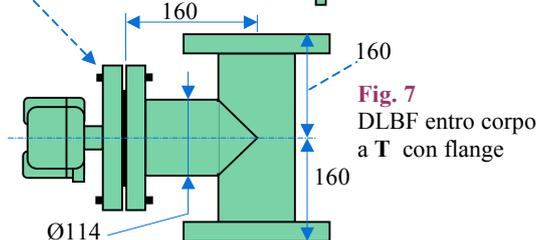

Fig. 7
- chiuso in un corpo cilindrico a forma di **T**, con i 3 rami flangiati (ANSI 150, 300 psi, $\text{Ø } 3\text{''}\div 4\text{''}$) : Fig. 7;